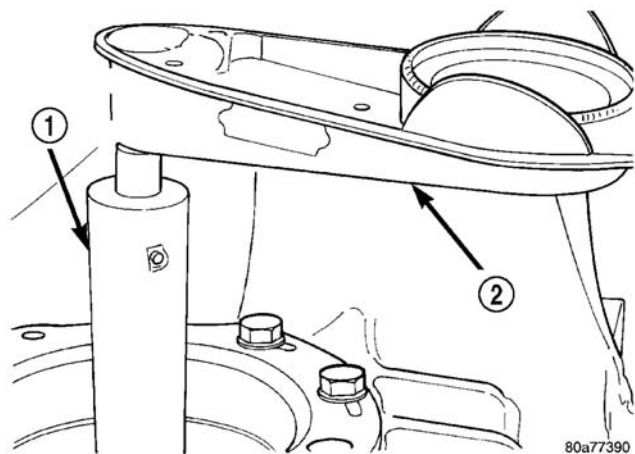

图 209 检测差速器轴承转动扭矩
（4）使用工具 L-4436A 和英寸-磅扭矩扳手，检查差速器的转动扭矩（图 209）。转动扭矩应在 5-18 英寸-磅。
（7）用 L-4436A 号工具与英寸-磅扭矩扳手，再检查差速器的转动扭矩（图 209）。转动扭矩应在 5-18 英寸-磅。
- （13）使用工具 L-4436-A 和英寸-磅扭矩扳手，检查差速器的转动扭矩（图 209），转动扭矩应在 5-18 英寸-磅。